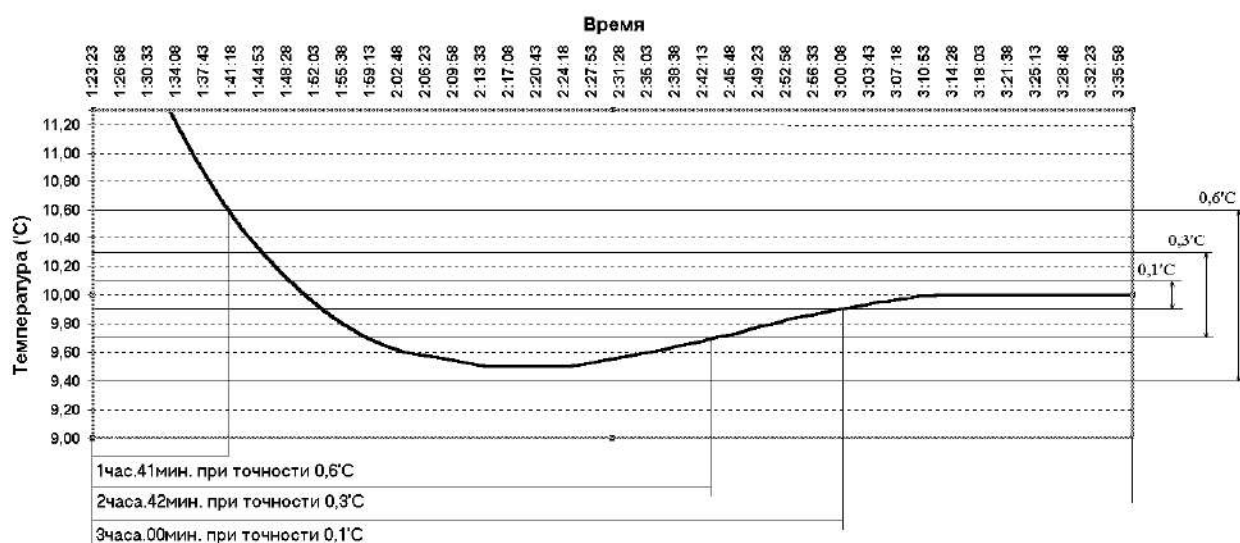

Рисунок 4 – Процесс стабилизации температуры внешнего объекта
- 9.1 Процесс стабилизации температуры предполагает наличие времени переходного процесса (время между моментом первого достижения заданной температуры и моментом, начиная с которого значения температуры остаются внутри заданного интервала точности см. Рисунок 4). Время переходного процесса и отклонение температуры от заданной в момент переходного процесса может быть различным. Это обусловлено различными свойствами внешних объектов и физическими свойствами применяемых теплоносителей.
- 9.3 Назначение данного параметра показано на следующем примере (см. рисунок 4).